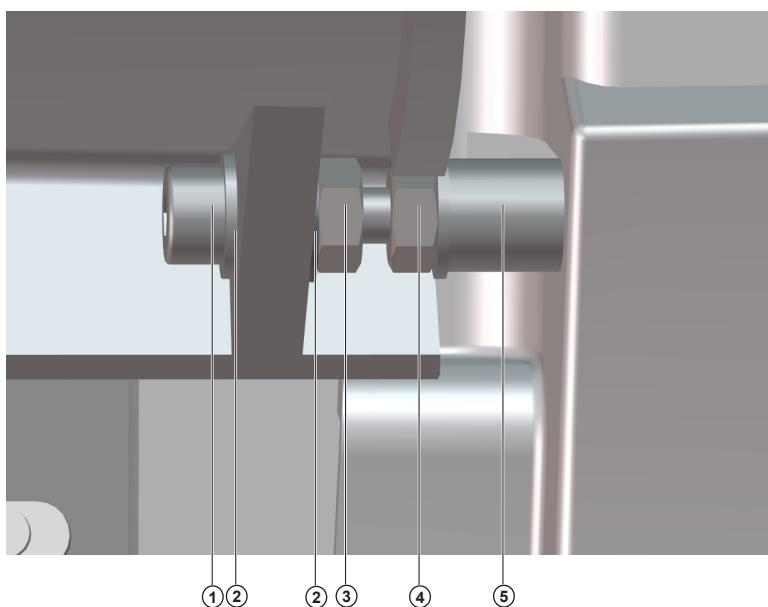

Ilustración 8.4 Detalle montaje tapa ISE
Siga los pasos siguientes para montar la tapa ISE (ver Ilustración 8.4):
2. Monte los dos conjuntos según la Ilustración 8.4, uno en cada lado de la tapa ISE.
4. Posicione la tapa ISE en el analizador y enrosque un poco los tornillos (1) en cada lado.
6. Sujete con la llave allen el tornillo y con una llave fija apriete la tuerca (3)
7. Repita el proceso con la tuerca (4)